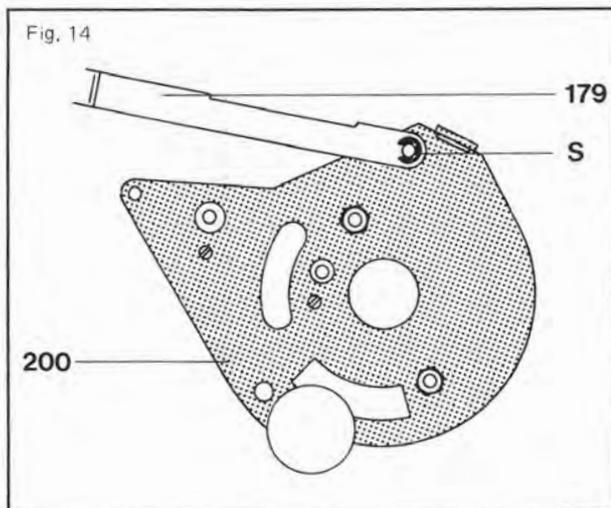

Fig. 15 AW AK 186 204 179
Eingeleitet wird der Abwurfvorgang durch die Drehung des Kurvenrades (161), dessen Abwurfkurve (AK) die Abwurfwippe (AW) und den Wechselbolzen (168) steuert (Fig. 15).